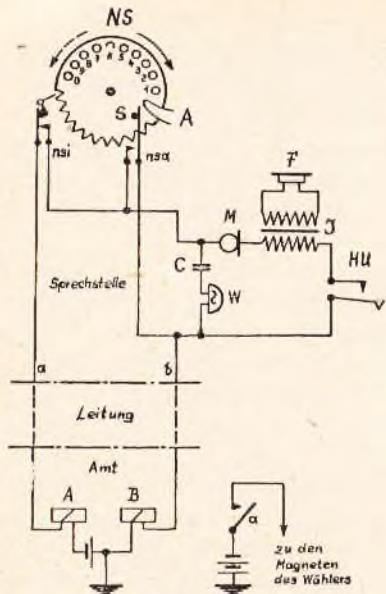

Abb. 23
„Bevor ich den eigentlichen Aufbau des NS erkläre, möchte ich dir mit einigen Skizzen die Aufgabe und die Arbeitsweise verständlich machen. Der NS hat die Aufgabe, die zur Wahl des gewünschten Teilnehmers notwendigen mechanischen und elektrischen Vorrichtungen in Tätigkeit zu setzen. Hierzu brauchst du eine Reihe schnell aufeinanderfolgender, scharf abgegrenzter Stromimpulse, welche die zur Herstellung der Fernsprechverbindung notwendigen Relais und Wähler betätigen. Die Abb. 23 bis 26 zeigen, wie der NS diese Aufgabe erfüllt.“
Sieh einmal, Heinrich, hier habe ich den NS (Abb. 23) schematisch dargestellt. Zum leichteren Verständnis der Wirkungsweise und zur besseren Übersicht sind die technischen Einrichtungen, die die Stromunterbrechungen usw. hervorrufen, nicht der Wirklichkeit entsprechend aufgezeichnet. Du siehst eine Wählscheibe, in deren oberer Hälfte 10 kreisförmige Löcher ausgestanzt sind und deren untere Hälfte 10 Zähne trägt. Zur Wahl einer Ziffer, z. B. 5, steckst du einen Finger in das mit 5 bezeichnete Loch und drehst die Scheibe im Uhrzeigersinne (in Richtung des ausgezogenen Pfeiles), bis der Finger gegen den Fingeranschlag (A) stößt. Hierbei wird eine unterhalb der Scheibe befindliche Spiralfeder aufgezogen (gespannt). Zugleich wird ein Stift (S), der fest mit dem NS verbunden ist, von der langen Feder des mit nsa (Nummernschalterarbeitskontakt) bezeichneten Arbeitskontaktes entfernt, so daß der Kontakt sich vermöge der Federspannung schließen kann. In die Zähne des NS greift ein Winkelhebel mit **einem** Arm, der **zweite** Arm drückt gegen eine Feder eines mit nsi bezeichneten Ruhekontaktes. Wenn du nun den Finger aus der Öffnung entfernst, so dreht sich die Wählscheibe mit der Kraft der gespannten Feder im entgegengesetzten Sinne des Uhrzeigers (in Richtung des gestrichelten Pfeiles); sie kehrt in die Ruhelage zurück. Während der nsa-Kontakt für die Dauer des Rücklaufes weiterhin geschlossen bleibt, wird nun der nsi-Kontakt bei jedem Zahndurchgang geöffnet. Die Zähne drücken den Winkelhebel nach unten, sein linker Arm drückt dann gegen die lange Feder des nsi-Kontaktes und öffnet ihn. Da die Anzahl der durchlaufenden Zähne der gewählten Ziffer entspricht, wird der nsi-Kontakt entsprechend oft geöffnet (z. B. wird bei der Wahl der Ziffer 5 durch den Ablauf des NS der nsi-Kontakt fünfmal geöffnet). Die Unterbrechung erfolgt in Wirklichkeit dadurch, daß ein vom Räderwerk getriebenes Isolierstück zwei Kontaktfedern durchläuft (Abb. 26), über welche die Leitung geführt ist."
Sieh einmal, Heinrich, hier habe ich den NS (Abb. 23) schematisch dargestellt. Zum leichteren Verständnis der Wirkungsweise und zur besseren Übersicht sind die technischen Einrichtungen, die die Stromunterbrechungen usw. hervorrufen, nicht der Wirklichkeit entsprechend aufgezeichnet. Du siehst eine Wählscheibe, in deren oberer Hälfte 10 kreisförmige Löcher ausgestanzt sind und deren untere Hälfte 10 Zähne trägt. Zur Wahl einer Ziffer, z. B. 5, steckst du einen Finger in das mit 5 bezeichnete Loch und drehst die Scheibe im Uhrzeigersinne (in Richtung des ausgezogenen Pfeiles), bis der Finger gegen den Fingeranschlag (A) stößt. Hierbei wird eine unterhalb der
„Durch deine Skizzen und die Erklärungen, Franz, habe ich das gut verstanden. Aber wie kommt es nun, daß durch die Unterbrechungen des nsi-Kontaktes der richtige Teilnehmer ausgewählt wird?“ — „Wenn du den Handapparat abnimmst, Heinrich, hörst du doch im Fernhörer ein Zeichen, und zwar einen Summertone in Takt des Morse-A (kurz — lang). Dies ist das Amtszeichen, es sagt dir, daß deine Anschlußleitung mit einem freien Wähler verbunden ist und du mit der Nummernwahl beginnen kannst. Ich will dir einmal zeigen, wie der Strom von der Zentralbatterie des Amtes fließt, nachdem durch den Handapparat abgenommen hast. Sieh hier (Abb. 23), vom Minuspol der geerdeten Zentralbatterie über das A-Relais des I. Gruppenwählers (I. GW), a-Leitung, Sprechstelle, nsi-Kontakt, Mikrophon (M), Induktionsspule (J), Hakenumschalter (HU), b-Leitung, B-Relais (I. GW) zurück zur geerdeten Batterie. Die Anker der beiden Relais A und B werden also angezogen. Im Ortsstromkreis des A-Relais (a-Kontakt = Arbeitskontakt) liegt der Wähler. Wird nun die Leitungsschleife durch den nsi-Kontakt entsprechend der gewählten Ziffer unterbrochen, so veranlassen die Unterbrechungen ein entsprechendes Abfallen des A-Relais. Der a-Kontakt schließt hierdurch im Takt der Unterbrechungen einen Ortsstromkreis, in dem die Wähler-elektromagnete liegen. Die Elektromagnete erhalten demnach eine der gewählten Ziffer entsprechende Zahl von Stromstößen und stellen die Wählerarme ein. Der beim Wählen des NS geschlossene nsa-Kontakt schließt die übrigen Apparateile (Mikrophon und Induk-